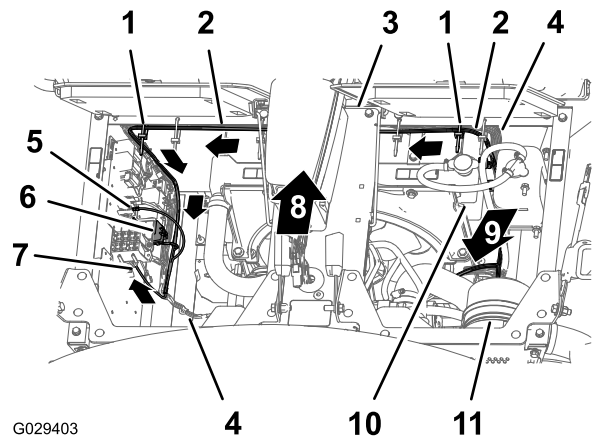

图 194
3. 沿着散热器的左侧向下安装线束的 197cm 发动机舱支管穿过配电板的底部图 194。
4. 如 图 194 所示用 2 个扎带将完成套件的线束固定到机器线束上。